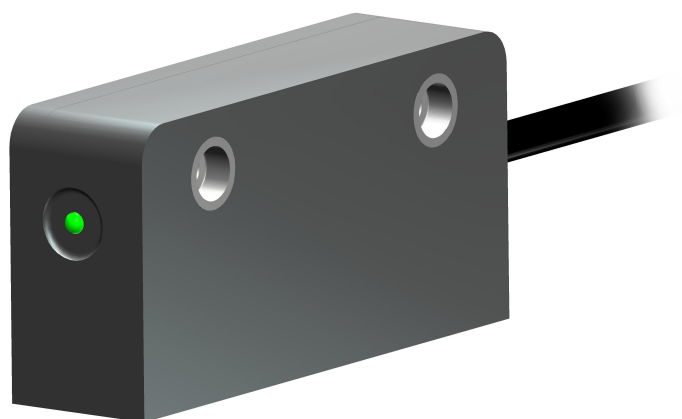

Figura 3: LED di diagnostica
4.6 LED di diagnostica (Figura 3)